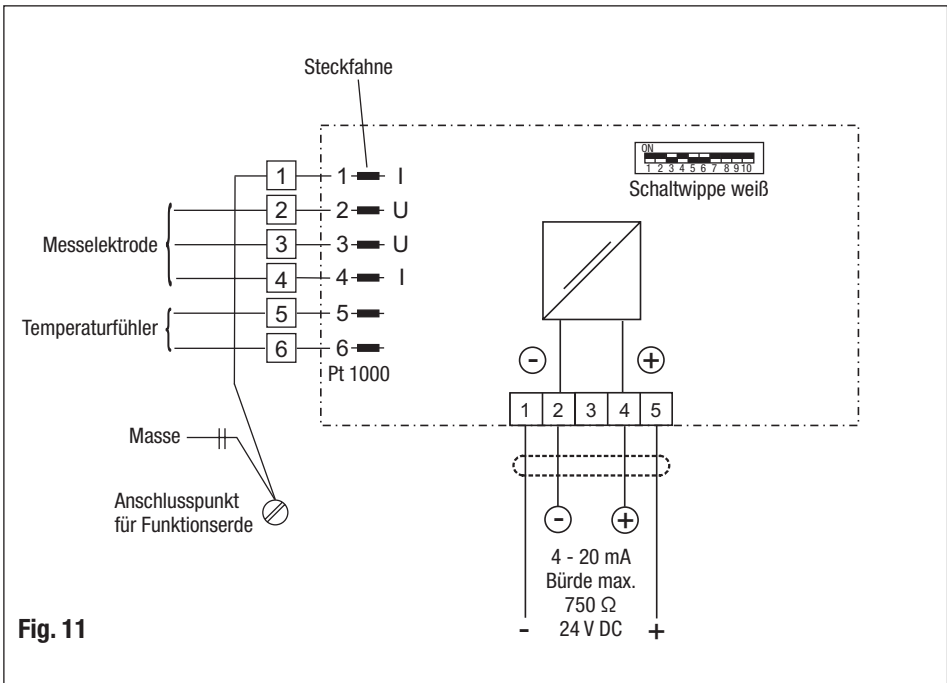

Fig. 11
1. Prüfen Sie, ob der Leitfähigkeitstransmitter gemäß dem Anschlussplan angeschlossen ist (Fig. 11, 12, Seite 20, 21).